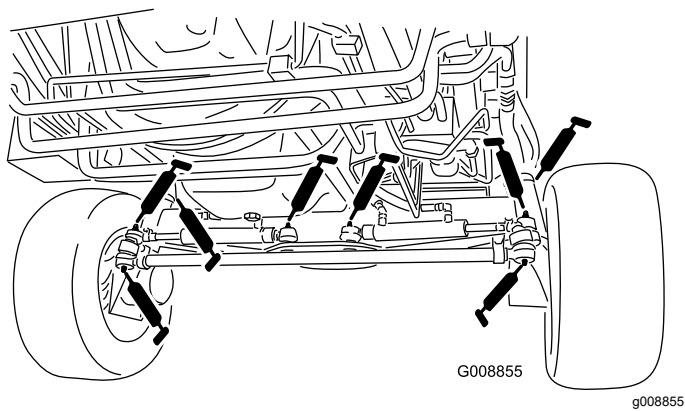

Bild 81
- 4 Lenkzylinder-Kugelgelenke (Bild 81)
- 2 Spurstangen-Kugelgelenke (Bild 81)
- 2 Achsschenkelbüchsen (Bild 81)